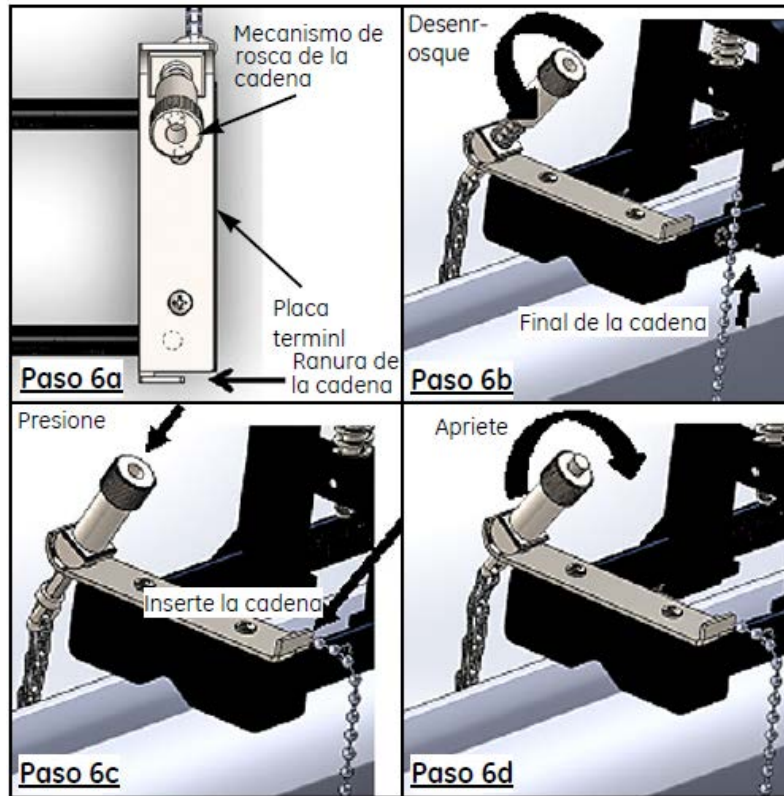

Figura 13: Instalación de la cadena
6. Para instalar una cadena alrededor de la tubería, consulte Figura 13 en la página 13 y siga los siguientes pasos: